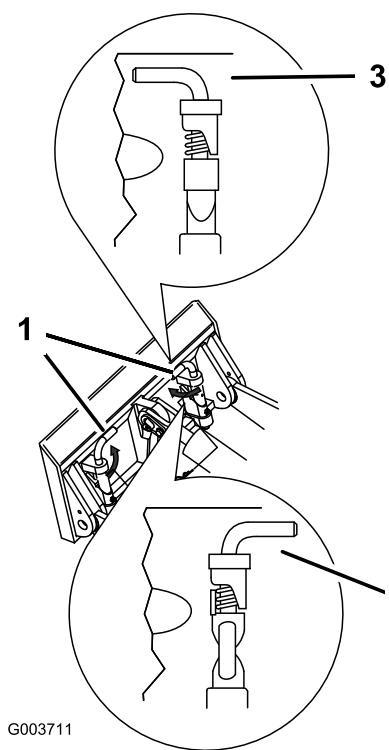

Bild 11
7. Lassen die Schnellbefestigungsstifte eingreifen und stellen Sie sicher, dass sie vollständig in der Befestigungsplatte sitzen (Bild 11).